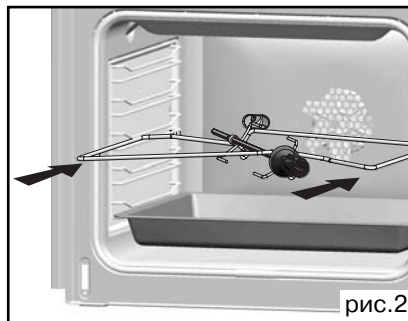

рис.2
- вставьте вертел в держатель (рис. 2).